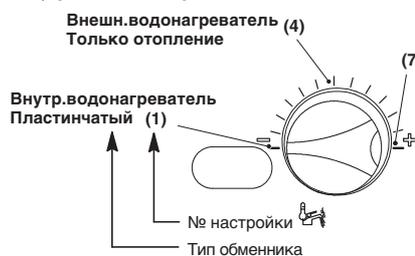

Рис. 27
- 1 Чтобы изменить настройку, поверните регулятор температуры горячего водоснабжения и установите его в **выбранное положение** (на рисунке, например, ручка установлена на **Внутренний водонагреватель**) (Рис. 27).